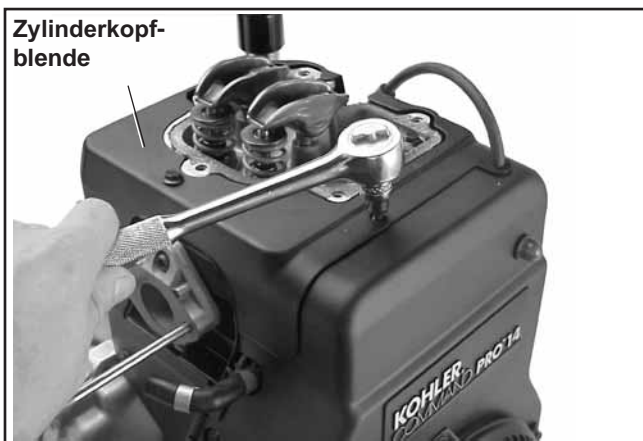

Abbildung 9-23. Ausbau der Zylinderkopfblende.
1. Entfernen Sie die Sechskantflanschschrauben, mit denen die Zylinderkopfblende am Zylinderkopf befestigt ist. Siehe Abbildung 9-23. Ausbau der Blende.